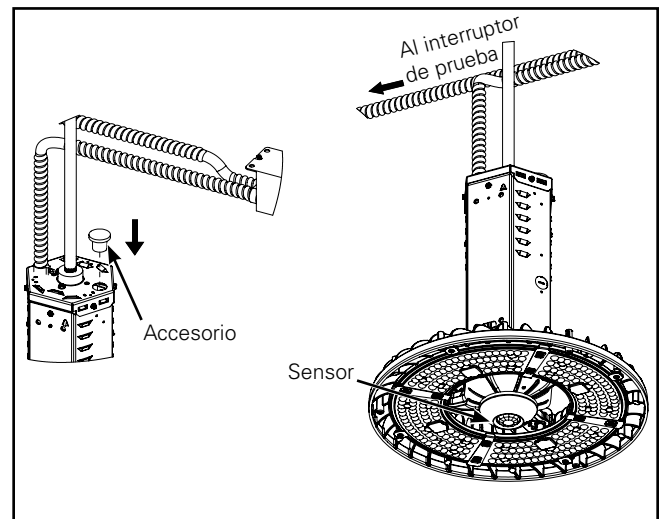

Figura 9.
6. Cubra el orificio de extracción con el accesorio provisto. (Figura 9).